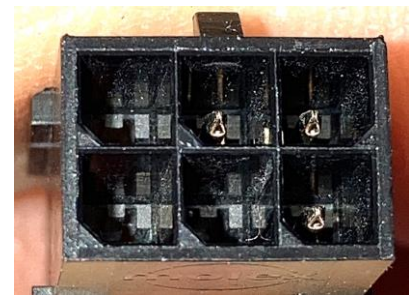

Figura 10
7. Usando un limpiador de contactos eléctricos, limpie **AMBOS** Conectores CAN en la parte posterior de los controladores, con los pines macho (ver Figura 10).